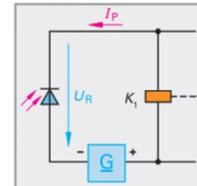

Fig. 2: Principio di funzionamento di un fotodiodo
Tiristore in conduzione. Un tiristore a "gate" P è messo in conduzione, ossia i suoi quattro strati sono resi conduttivi, attraverso un breve impulso di tensione positiva sul "gate" (**fig. 2**). Dopo la messa in circuito, il tiristore rimane conduttore fintanto che sussiste una piccola differenza di tensione tra l'anodo (A) e il catodo (K). Questo succede quando circola una corrente minima di funzionamento (corrente di mantenimento). Rispetto al transistor, nel tiristore la corrente di lavoro non è regolabile.
Il loro coefficiente termico è negativo. Un aumento della temperatura genera una diminuzione della resistenza (**fig. 2**). La curva che rappresenta la relazione resistenza-temperatura non è lineare.
Il loro coefficiente termico è positivo. Un aumento della temperatura genera un aumento della resistenza (fig. 2). La relazione resistenza-temperatura non è lineare.
- con l'aiuto di una fonte di tensione, lavorano come resistenze variabili in funzione dell'intensità luminosa (fig. 2);
Quando il fotodiodo è colpito dalla luce, all'aumentare dell'intensità luminosa la sua resistenza diminuisce. Diventa possibile così il passaggio della corrente attraverso il fotodiodo e il relè K_1 si inserisce. Si attiva la modalità di commutazione desiderata. I fotodiodi sono inseriti nel circuito in senso inverso (fig. 2).
Accoppiatore optoelettronico. È composto da un fotoemittitore e un fotorecettore, assemblati in un comune involucro impermeabile alla luce, in modo da garantire che il recettore riceva radiazioni unicamente dall'emittitore (fig. 2). Si utilizzano come fotoemittitori, di preferenza, diodi a emissione luminosa infrarossa.
Circuiti ibridi. Sono una combinazione di circuiti integrati e componenti unici (fig. 2). Sono connessi insieme su un supporto tramite colla o per brasatura o altri procedimenti. Ciò facilita la costruzione mirata di circuiti elettrici con proprietà speciali, per esempio, un dispositivo di comando dell'accensione.